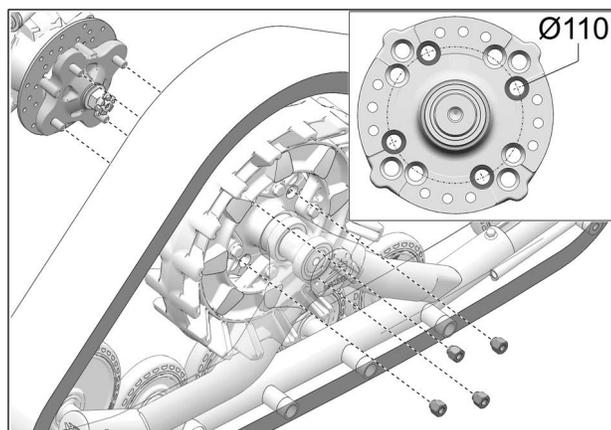

Fig. 21
8. Fixer le système de traction au moyeu de roue avant. Utiliser le cercle de perçage de $\varnothing 110$ mm et les écrous de roue d'origine du véhicule. Fig. 21